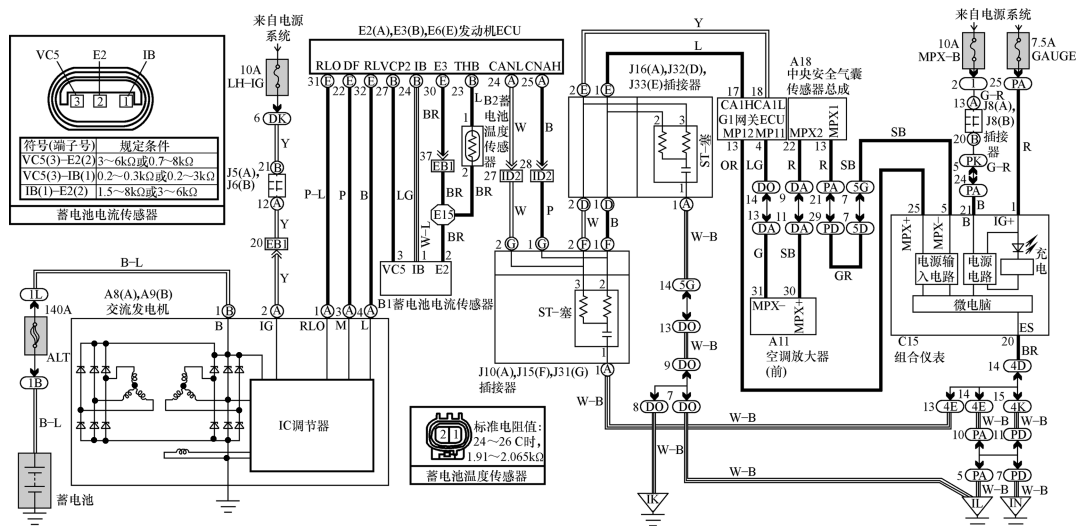

图 4-22 丰田皇冠充电电路图
皇冠充电系统电路如图 4-22 所示。**集成 IC 调节器 IG 端引出 Y 线, 经线束插接器 EB1→J5 (A)→J6 (B)→插接器 (12)→B (12)→DK (6), 最后经点火开关接至蓄电池, 用于检测蓄电池和发电机电压, 控制 IC 调节器内晶体管的导通和截止, 从而控制励磁绕组的导通和截止。L 端为充电指示灯控制端, 接至发动机 ECU E32 端子, 当发动机未运转时, 发动机将此信号经 CAN 总线经网关 ECU 传输至组合仪表 C15 电源输入电路, 再进入微电脑控制充电**